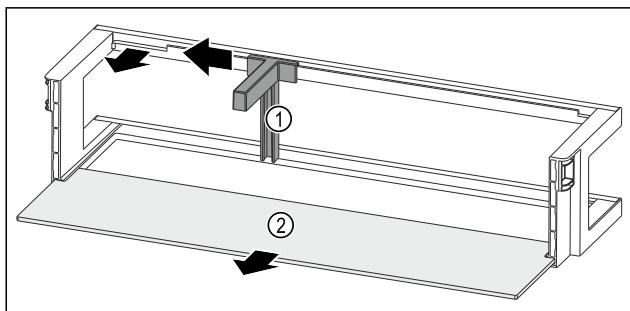

Fig. 93 Dørhulle med flaskeholder og oppstillingsplass
- ▶ Skyv flaskeholderen Fig. 93 (1) frem til fordypningen til side.
- ▶ Fjern flaskeholderen Fig. 93 (1).
- ▶ Fjern oppstillingsplassen Fig. 93 (2).